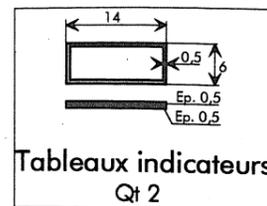

Fig.16
**Tableaux indicateurs.** (Fig. 16)